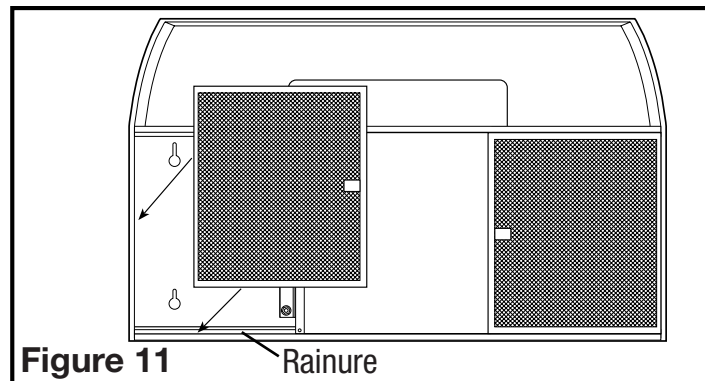

Figure 11 Rainure
2. Réinstallez les filtres en les glissant dans les rainures, de chaque côté de la hotte, et en les poussant vers le haut jusqu'à ce qu'ils soient bien en place (Figure 11).